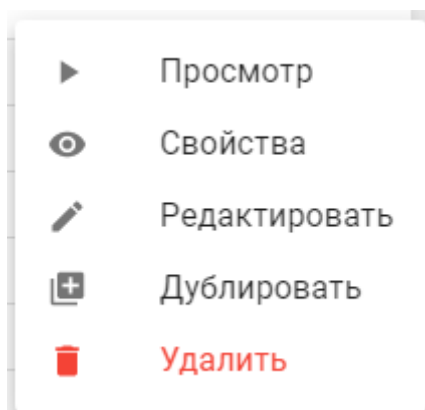

Рисунок 24 — меню действий с объектом
7. Кнопку вызова меню действий с объектом (7 на рисунке 23). Меню действий с объектов позволяет совершить определенный набор действий с объектом контроля (рисунок 24).